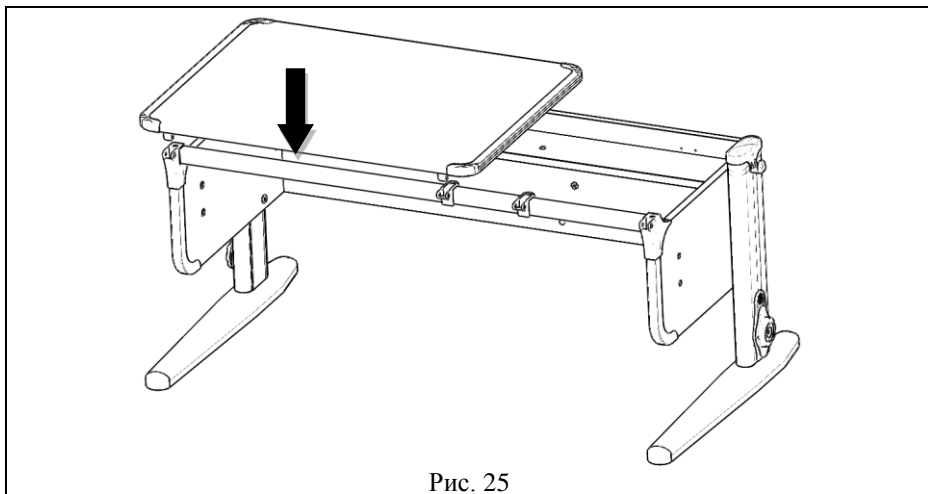

Рис. 25
5.6.1. На основание стола (сборка по п.5.4) положить сверху столешницу (сборка по п.5.5.4), так, чтобы выступы верхних частей шарниров входили в пазы нижних частей шарниров, а оси отверстий совпадали. В отверстия шарниров вставить СУТ.41.001. Ось (поз. 1, пакет № 143) и закрепить при помощи самореза с прессшайбой 4,2x16 (поз. 2, пакет № 143) см. рис. 25, 25а.
Рис. 25а